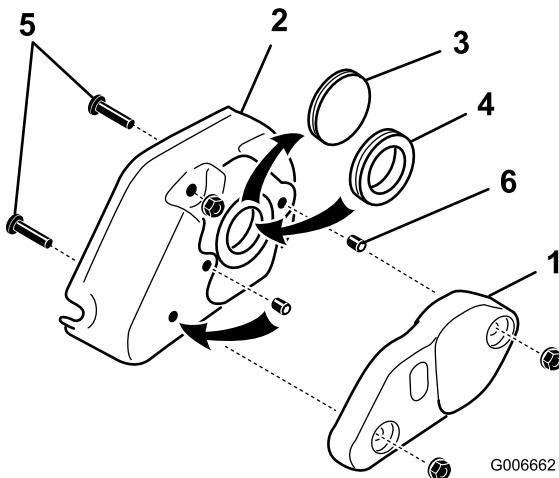

Figura 28
31. Retire as (2) porcas flangeadas de 5/16 polegadas que fixam o peso do rastelo à cobertura da mesma e retire o peso (Figura 28).
3. Olhal sólido	6. Parafuso de afinação (2)
32. Retire o olhal sólido da cobertura e substitua-o pelo anel do olhal de borracha (Figura 28).
33. Retire os (2) parafusos de 5/16 x 1-1/4 roscados na cobertura (Figura 28).
34. Retire o parafuso de afinação do orifício central, na cobertura do rastelo (Figura 28). Instale este parafuso de afinação, bem como o parafuso de afinação incluído no kit, nos orifícios previamente usados para os parafusos de montagem da cobertura. Antes da instalação, aplique Loctite nos parafusos de afinação. Certifique-se de que os parafusos de afinação estão alinhados com a cobertura.